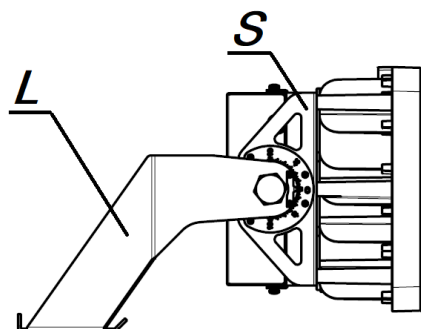

Рис.3
Переноску прожекторов Ultrix осуществлять за лиру (L), либо силовые элементы (S) крепления светодиодных модулей (рис.3). Запрещается поднимать прожектор за радиатор, драйверный отсек, коммутационную коробку и соединительные кабели.